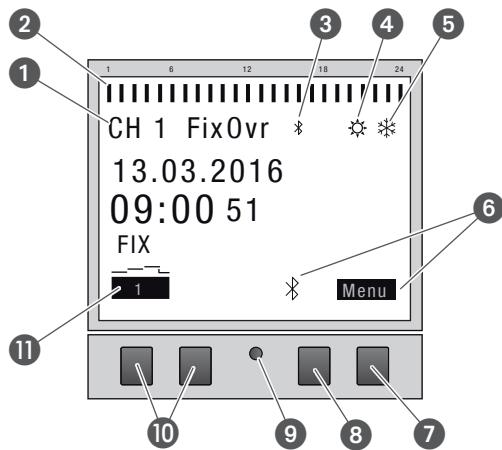

Abb. 2: Displayaufbau
- ② Programmierte Schaltzeiten
- ③ Bluetooth
- ④ Sommerzeit
- ⑤ Winterzeit
- ⑥ Funktionsanzeigen der rechten Tasten
- ⑦ Menü-Taste
- ⑧ Bluetooth-Taste
- ⑨ Reset-Taste
- ⑩ Linke Tasten
- ⑪ Funktionsanzeigen der linken Tasten
### Funktionsanzeigen der beiden rechten Tasten (Abb. 2/⑦ + ⑧)
## Funktionsanzeigen der beiden linken Tasten (Abb. 2/10)
Die Menüstruktur erscheint auf dem Display nach Betätigung der Menü-Taste (Abb. 2/7).